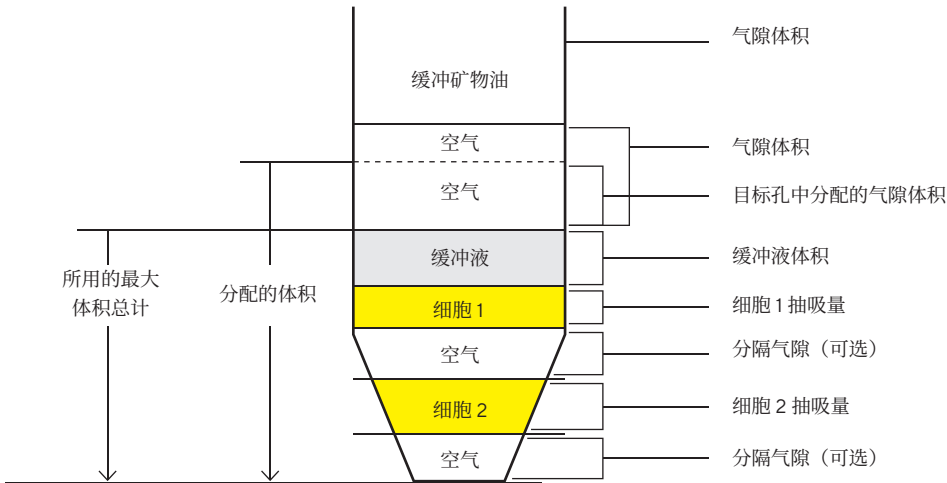

图 3. 毛细管内各层的示意图，确保进行无障碍和无污染挑取
- **细胞和集落合并**——将多个对象、细胞或集落依次转移到同一个孔中（图 3）
毛细管抽吸由 6 个用户定义的变量组成(图 3)，所有这些变量都可以根据研究应用或具体的检测要求手动调整。